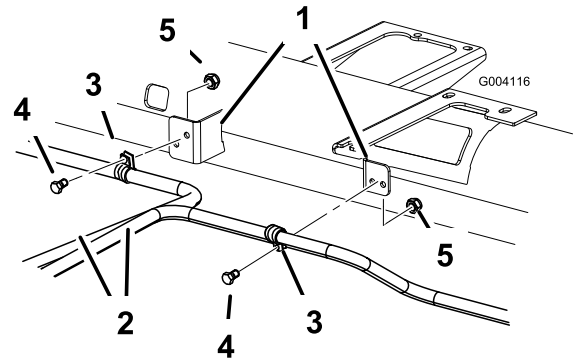

Bild 12
1. Bringen Sie die vorher entfernten R-Klemmen mit zwei Schrauben und Sicherungsmuttern an, um die Hydraulikrohre am Maschinenrahmen zu befestigen, wie in Bild 12 dargestellt.